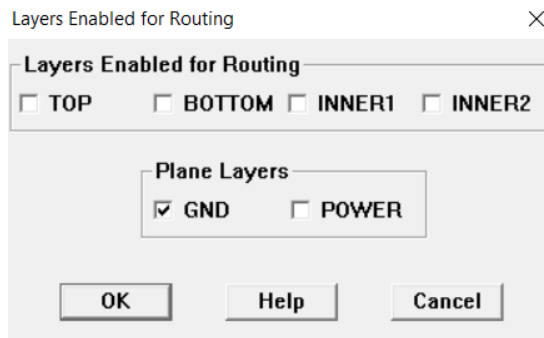

Рис. 6.8. Привязка цепи 0 к проводящей плоскости GND.
1. Для всех вариантов, кроме 5-го. Поставьте в соответствие проводящей плоскости, которая указана в варианте задания (PWR или GND), имя цепи на принципиальной схеме, подсоединяемой к этой плоскости. Например, если в задании указана плоскость GND, откройте электронную таблицу со списком цепей (команда **View/Database Spreadsheets/Nets** или соответствующая кнопка на панели инструментов), в столбце Net Name выделите строку с именем **0** (земля), а в контекстном меню (правая кнопка мыши) - пункт Properties. Далее в окне Edit Net нажмите кнопку Net Layers. В окошке Layers Enabled for Routing (Рис. 6.8) укажите слой GND (при этом должна быть **запрещена** прокладка трассы данной цепи на всех слоях TOP, BOTTOM, INNER1, INNER2). Аналогичная процедура для цепи питания V+, если Ваш вариант задания содержит проводящую плоскость PWR.